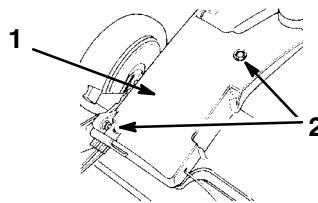

Figure 24
- Déposer le carter de courroie après avoir retiré ses deux boulons de fixation (Fig. 24).
2. Retirer les deux boulons de fixation du carter de courroie au carter de tondeuse (Fig. 24).